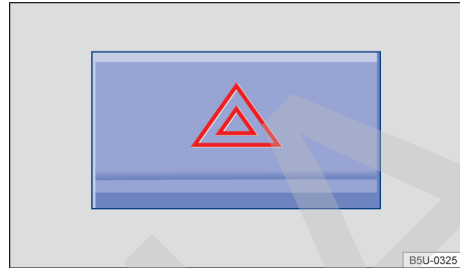

Fig. 20 En la parte superior de la consola central: interruptor de las luces de advertencia.
2. Encender las luces de advertencia con el conmutador ⚠ → fig. 20.
Las luces de advertencia también pueden apagarse al presionar el conmutador  en el panel de instrumentos → fig. 20.